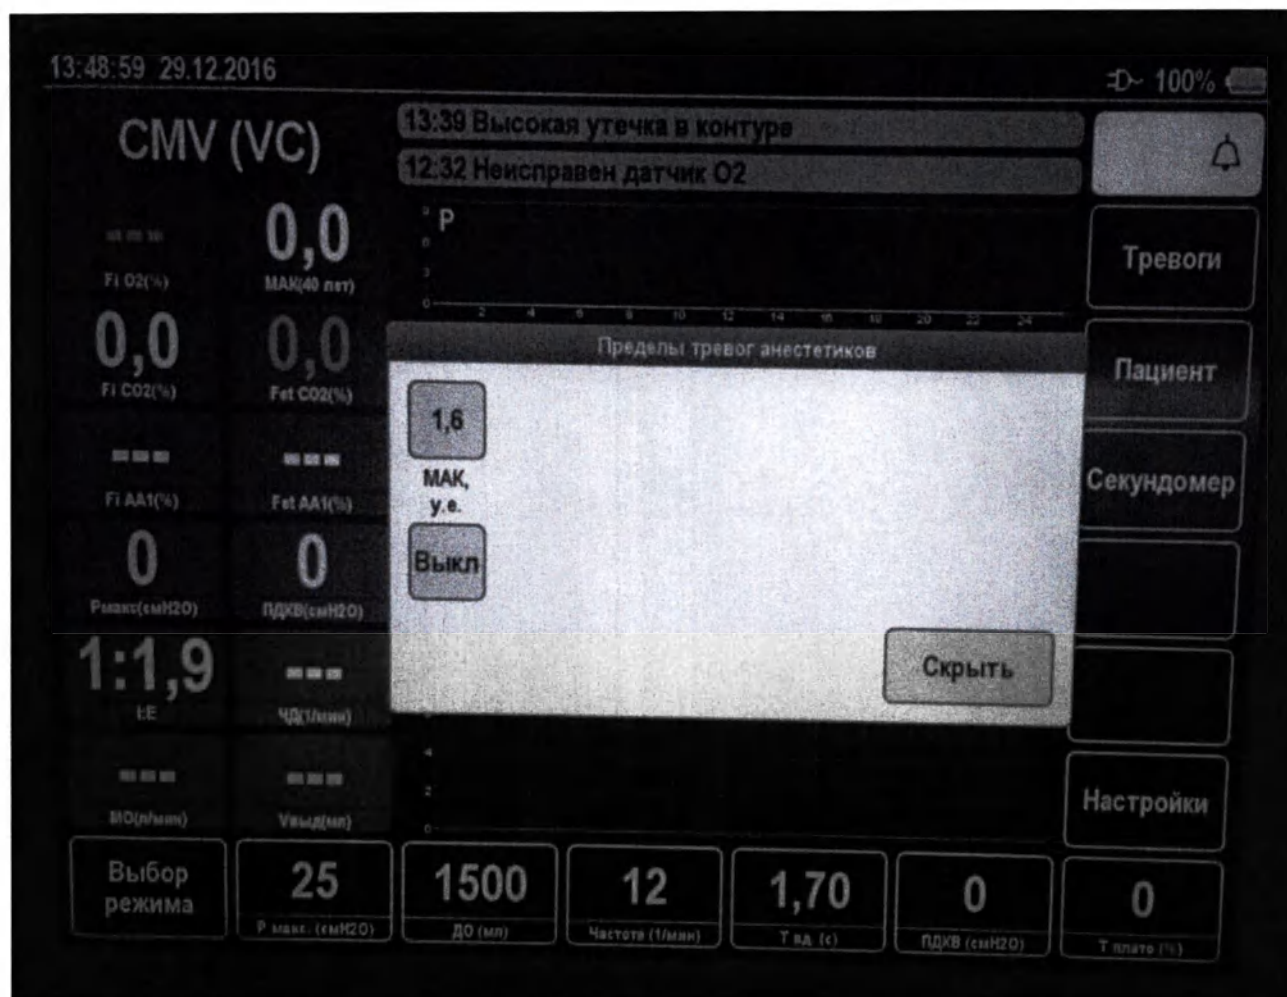

Рисунок 29 – Настройка тревог по анестетикам
- по анестетикам - кнопка «Пределы анестетиков» рисунок 29 (возможность настройки сигнализации появляется после распознавания газоанализатором наличия анестетика в газовой смеси). Также, предусмотрена возможность настройки тревоги по значениям минимальной альвеолярной концентрации.